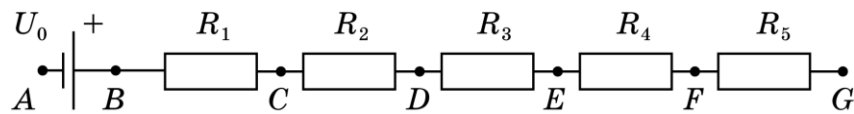

Рис.1
Задание 9.2. Серый ящик – магазин. С помощью серого ящика, содержащего источник напряжения U_0 и «магазин» сопротивлений (набор пяти резисторов, включённых последовательно) (рис.1), определите величины внутренних сопротивлений R_{A1} , R_{A2} и R_{A3} мультиметра, используемого в качестве амперметра в диапазонах 200 мА, 20 мА, и 2000 мкА. Для выполнения задания исследуйте зависимость силы тока через амперметр от величины сопротивления в цепи его включения. Выведите формулу, связывающую измеренные вами физические величины между собой. Постройте график полученной зависимости в координатах, в которых эта зависимость является линейной.
1. Определим отношение $\alpha = m_M/m_I$. Для повышения точности сделаем это трижды. Расположим центр тяжести системы провод - изоляция на краю линейки при двух положениях провода и измерим три различных расстояния y_1, y_2, y_3 (рис.1).